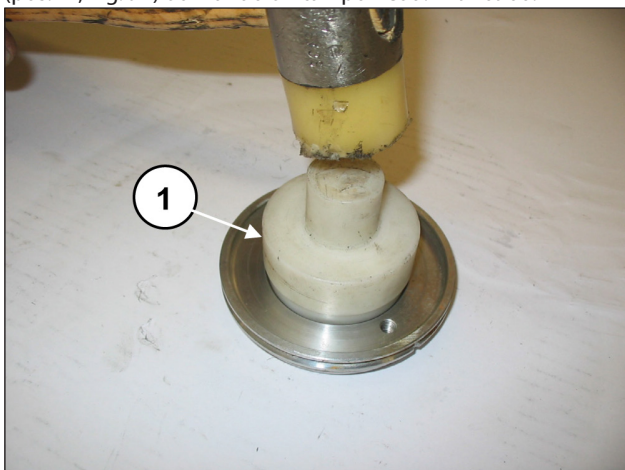

Fig. 94
Montar la anilla de retención radial en la tapa de retención (pos. ①, Fig. 94) utilizando un tampón cód. 27910900.